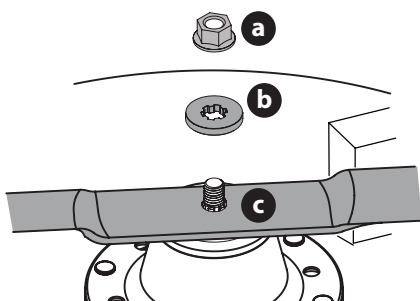

Figure 63
2. Retirez le contre-écrou à collerette (a) et la rondelle plate (b) de l'arbre de broche et retirez la lame (c) (Figure 63).